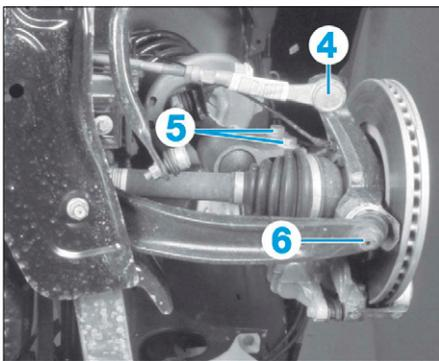

FIG. 30
- l'écrou de rotule de direction (4) (Fig.30),
- les 2 vis (5) de fixation de l'élément de suspension,
- l'écrou de rotule de pivot (6).